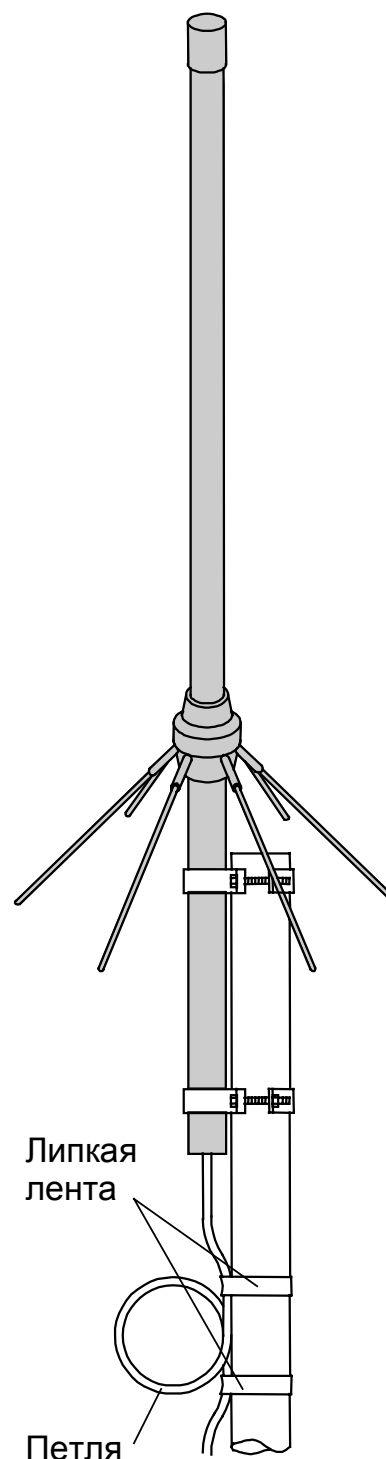

Рис. 7
- Возле выхода из трубы сделайте петлю диаметром 15—20 см из кабеля снижения и надежно прикрепите ее липкой лентой к мачте (см. рис. 7). Это защитит кабель от разрыва у основания разъема под действием собственного веса; предотвратит проникновение атмосферной влаги в кабель; упростит процедуру съема антенны (исчезнет необходимость ослаблять крепление трубы и кабеля снижения).